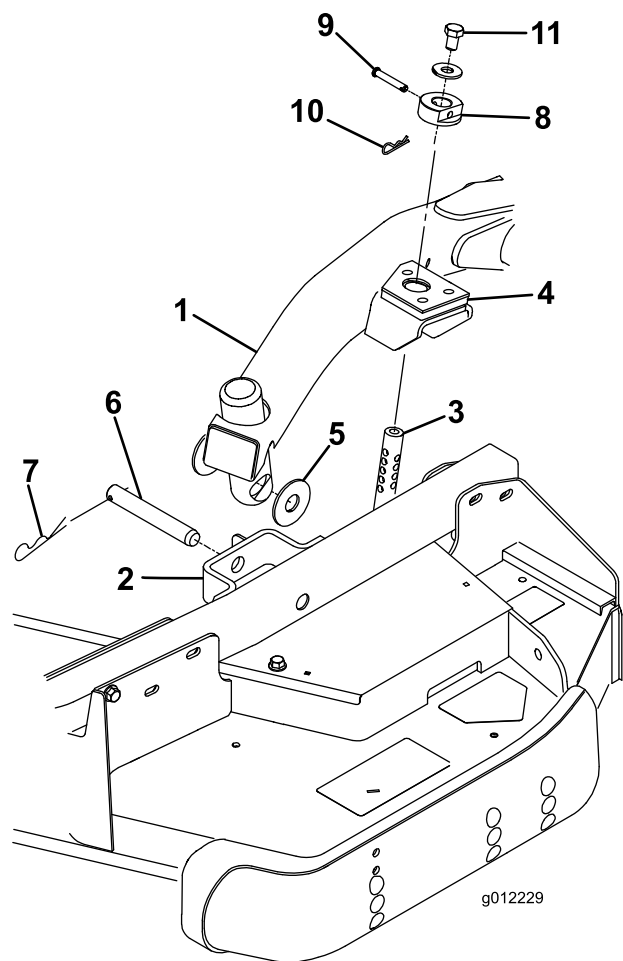

Figura 26
4. Portate la leva di sollevamento in posizione Float. Spingete verso il basso un braccio di sollevamento fino a quando i suoi fori non si trovano allineati ai fori della staffa del braccio della ruota orientabile e l'asta dell'altezza di taglio può essere inserita nei pattini del braccio di sollevamento (Figura 26).
5. Fissate il braccio di sollevamento al braccio della ruota orientabile con (2) rondelle di spinta, un perno con testa e una coppiglia. Posizionate le rondelle di spinta tra il braccio di sollevamento e la staffa del braccio della ruota orientabile (Figura 26). Inserite l'estremità della coppiglia nell'apposito intaglio di ritegno presente sulla linguetta del braccio della ruota orientabile.
9. Montate i collari dell'altezza di taglio sulle aste dell'altezza di taglio e fissateli con dei perni con testa e delle coppiglie (Figura 26). La testa del perno deve essere rivolta verso la parte anteriore del piatto di taglio.
10. Montate un bullone da 1/2 x 3/4 pollici e una rondella sulla sommità di ogni asta dell'altezza di taglio (Figura 26).